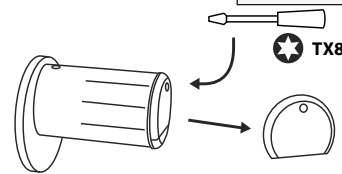

Fig. 2
① Con el destornillador TX8 que se adjunta, afloje los tornillos que hay en el extremo delantero del pomo de la parte interior de la puerta y despliegue la tapa. Afloje el tornillo solamente hasta que se abra la puerta, sin que se llegue a caer hacia afuera. (Fig. 2).
② Retire las baterías usadas y elimínelas de forma adecuada.